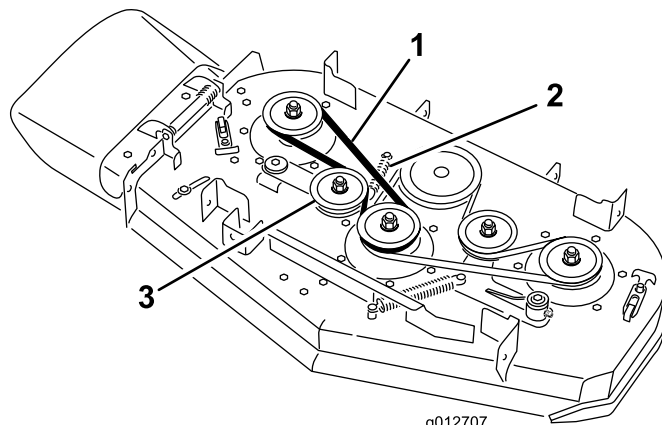

Figura 65
4. Retire a mola do perno do fixador no braço intermédio (Figura 65).
5. Retire a correia do cortador gasta (Figura 65).
6. Instale a nova correia do cortador em torno das polias da plataforma e da polia intermédia (Figura 65).
7. Instale a mola no perno do fixador no braço intermédio (Figura 65).